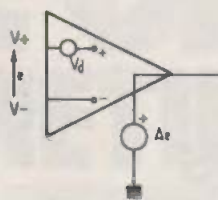

Fig. 5
reusement identiques, alors si nous appliquons des tensions  $V_+$  (entrée non inverseuse) et  $V_-$  (entrée inverseuse) sur les bases de  $T_1$  et  $T_2$ , les courants  $i_1$  et  $i_2$  seront rigoureusement identiques et les tensions aux points (1) et (2) seront les mêmes (à condition que  $R$  et  $R'$  soient les mêmes). Malheureusement, il en va tout à fait différemment dans la réalité car  $T_1$  et  $T_2$  ne sont pas rigoureusement identiques (ils diffèrent en particulier à cause des tensions droites  $V_{BE}$  ( $V_{Base} - V_{Emission}$ )). Il s'en suit une tension de décalage non nulle en sortie que l'on modélise par une source de tension de décalage  $V_d$  ramenée à l'entrée (fig. 5). Le rôle du potentiomètre  $P$  est de compenser cette tension de décalage de façon que l'on ait  $V_s = 0$  lorsque  $e = 0 = V_+ - V_-$ .
Pour cet amplificateur opérationnel reportons-nous au schéma de la figure 5. Nous remarquons que le signal d'entrée est maintenant appliqué à l'entrée inverseuse du 741 (par l'intermédiaire d'une résistance série ( $R_4$  ou  $R'_4 + R'_5$ )).